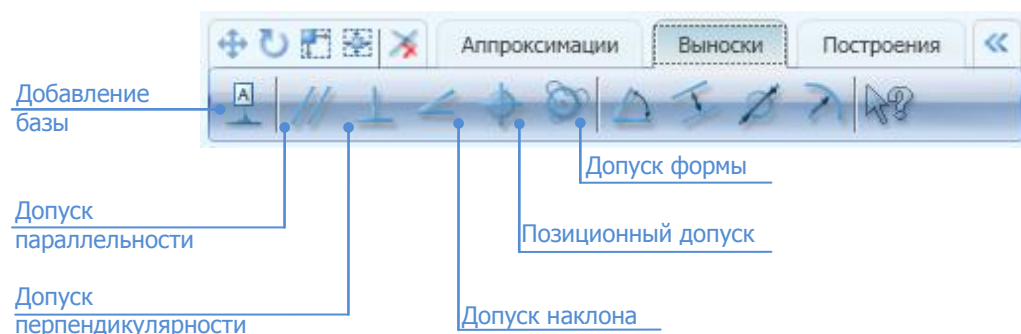

Рисунок 129. Панель инструментов, указание допусков
Чтобы указать допуск в редакторе, необходимо выбрать соответствующий инструмент на вкладке «Выноски» на панели инструментов (см. **Рисунок 129**) и щелчком мыши указать аппроксимированный элемент геометрии в эскизе.
- выбрать соответствующий инструмент на панели инструментов (см. **Рисунок 129**);